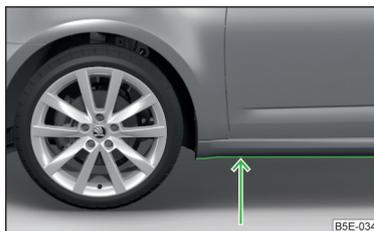

Abb. 239
- Daher vor einer Wasserdurchfahrt die Wassertiefe feststellen. Der Wasserstand darf maximal an die Unterkante des Unterholms reichen » Abb. 239.